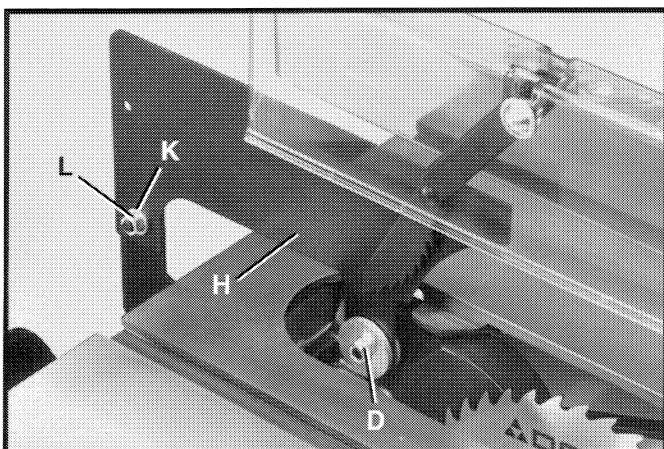

Fig. 23
3. Ensamble el montaje de protector de hoja y hendidor (H) Fig. 23 entre las dos arandelas grandes y apriete la tuerca externa (D).
4. Afiance la parte posterior del montaje de soporte de protector de hoja y hendidor (H) Figs. 23 y 24 al soporte de montaje trasero del hendidor, utilizando el perno de carrocería de 5/8 pulg. de largo (J), la arandela plana con diám. int. de 5/16 pulg. (K) y la tuerca hexagonal de 5/16-18 (L), como aparece en las Figs. 23 y 24.